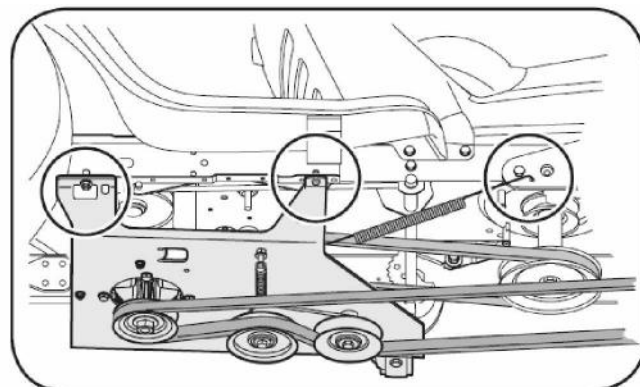

Рис. 16.
9. Подсоедините растягивающую пружину к лонжерону трактора, используя имеющуюся проушину, см. Рис.16.